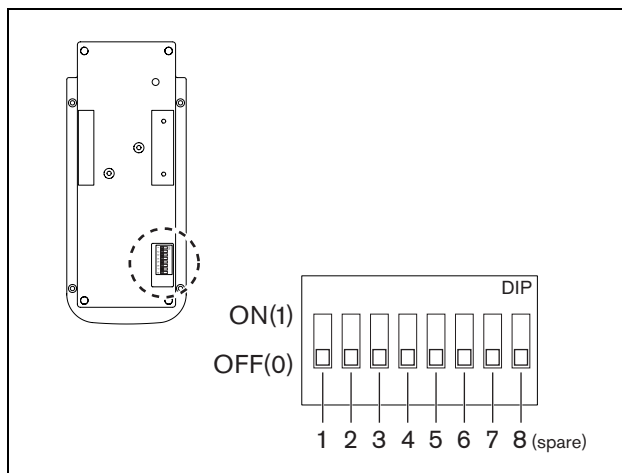

figura 4.2: Microinterruptores
Utilice los microinterruptores en la parte inferior de la estación de llamada para ajustar el carillón, la función de hablar momentánea o mantenida, el filtro de voz y la ganancia de micrófono. Véase figura 4.2.
Véase figura 4.2. Los microinterruptores 1, 2 y 3 se utilizan para ajustar el carillón.
Véase figura 4.2. El microinterruptor número 4 se utiliza para ajustar la función de hablar momentánea o mantenida. 1 = mantenida, 0 = momentánea.
Véase figura 4.2. El microinterruptor número 5 se utiliza para activar el filtro de voz (ON) (1) o desactivarlo (OFF) (0).
Véase figura 4.2. Los microinterruptores número 6 y 7 se utilizan para ajustar la ganancia de micrófono.